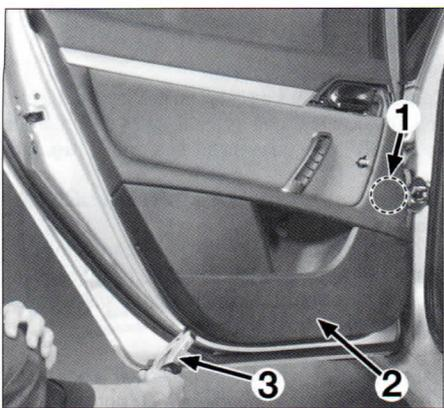

FIG. 32
- Con una espátula encajada en (A), desengrapar el embellecedor (1) de mando de apertura interior (fig. 31). Separar la parte (B) hacia adelante para desmontar el embellecedor (1). Desengrapar el tweeter (1) (si monta) (fig. 32). Desengrapar el guarnecido de puerta (2), sin forzar para no romper las grapas, con el útil [3] y desmontarlo.